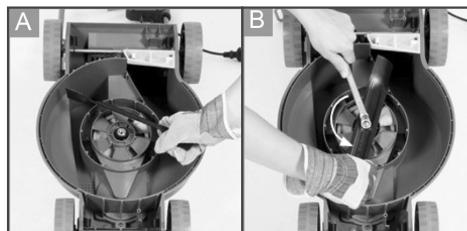

Рис.6 Установка ножа
1. Установите нож (Рис.6А).
3. Удерживайте нож твердо одной рукой, затяните гаечным ключом болт крепления ножа против часовой стрелки (Рис.6В).